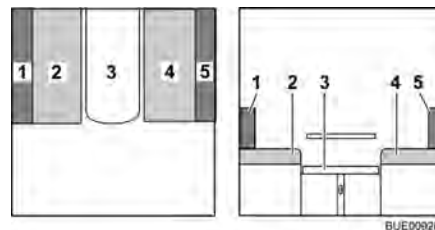

Fig. 84 Durante la transformación
- Quitar el cojín del respaldo (Fig. 84,5) y ponerlo a un lado.
- Tirar del cojín del asiento (Fig. 84,2) hacia el centro.